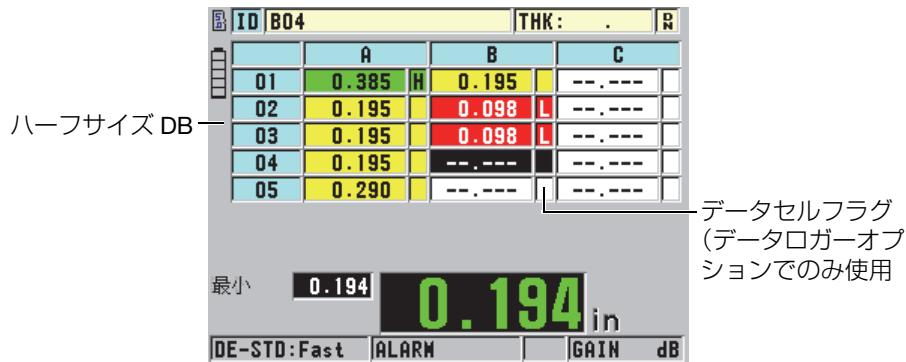

図 9-7 ハーフサイズ DB グリッド
データベースグリッド（DB グリッド）は、2-D データを表にまとめたものです。これにより、ユーザーは ID のプリセットリストを使わなくても、グリッド上で任意方向に自由に移動することができます。次の ID 位置に自動的に増分しないで、矢印キーを使用して希望する位置に移動できます。A-スキャン、DB グリッドおよび厚さ測定値を同時に表示することができます（164 ページの図 9-7 を参照）。厚さ測定値が入る範囲に対応するデータセルフラグおよび背景色を表示するように、グリッドセルを構成することができます。
6. データセルフラグを使用可能なオプションの 1 つに設定して、DB グリッドの各データセルで 1 つのデータフラグを表示します。データセルフラグは、データセルで厚さ値の右側の小さなボックスに表示される文字です（164 ページの図 9-7 を参照）。使用可能なオプションは次の通りです。